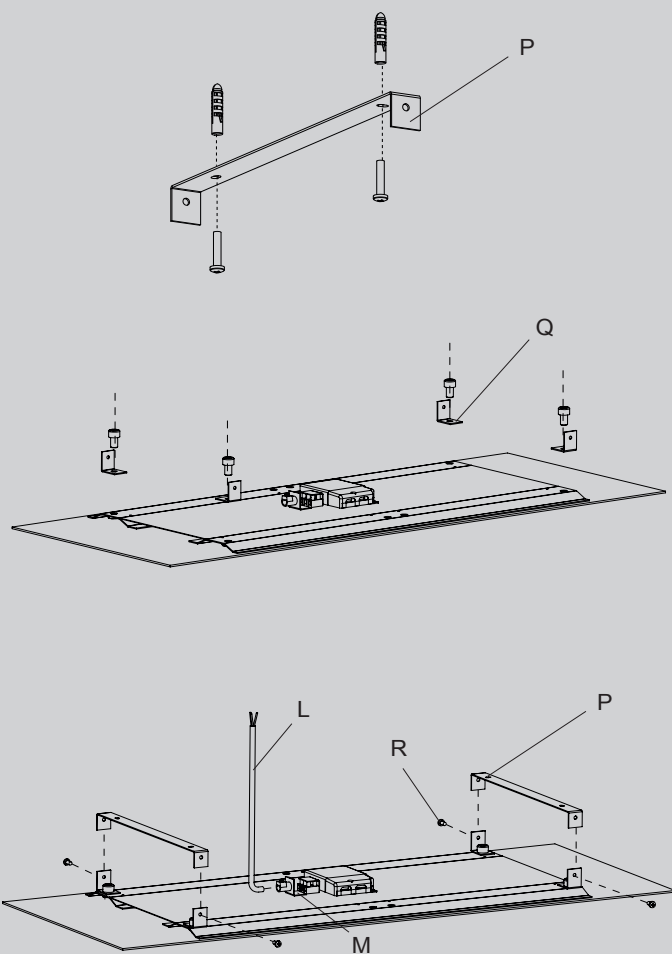

Fig.2
1. Rilevare l'interesse dei fori di fissaggio delle staffe di aggancio (P) e segnare sulla superficie, dove dovrà essere fissato l'apparecchio [Fig. 2].
2. Fissare, mediante viti e tasselli (non in dotazione) le staffe (P) a soffitto
3. Fissare le staffe di supporto (Q) al corpo apparecchio tramite le viti in dotazione.
4. Collegare il cavo (L) al driver presente sull'apparecchio tramite la morsetteria (M), facendo attenzione a rispettare le polarità indicate.
5. Posizionare l'apparecchio sulle staffe a soffitto (P) fino in battuta e fissare con le 4 viti in dotazione (R).
1. Determine the wheelbase of the anchoring holes of the ceiling brackets (P) and mark on the surface where the apparatus will be secured. [Fig. 2].
2. By means of screws or dowels (not supplied), secure the brackets (P) to the ceiling
3. Secure the support brackets (Q) to the apparatus body, using the supplied screws.
4. Connect the cable (L) to the driver located on the apparatus through the terminal board (M), paying attention to respect the indicated polarities.
5. Position the apparatus on the ceiling brackets (P) until it rests on it, and secure using the 4 supplied screws (R).